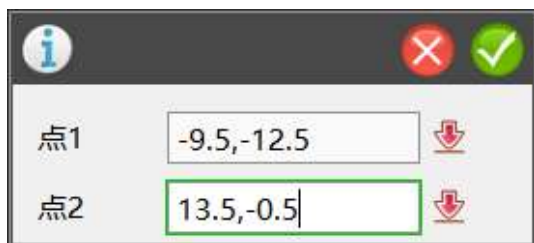
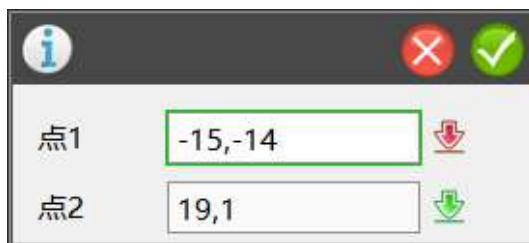
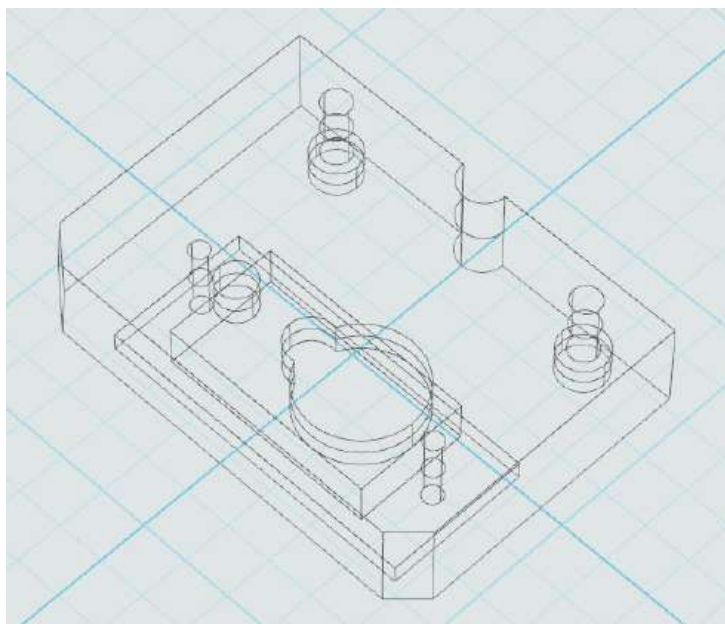

图 13-18
图 13-19
图 13-20
7.点击草图绘制选择矩形命令，坐标如图 13-18 所示，绘制完成后点击草图选择拉伸减运算，高度为 6.5。继续绘制矩形，坐标如图 13-19 所示，完成后点击草图选择拉伸减运算，高度为 2。完成后如图 13-20 所示。